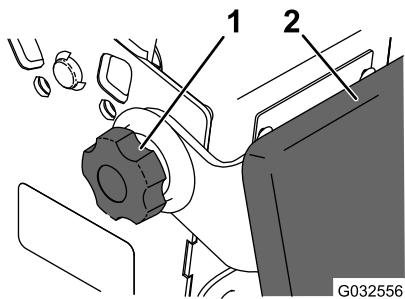

Figura 39
2. Afloje los pomos en cada lado de la máquina (Figura 39).